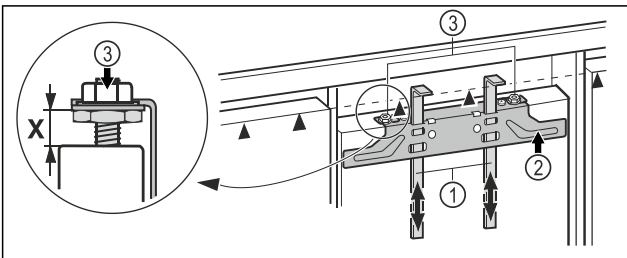

Fig. 44
- Montagehilfen Fig. 44 (1) auf Möbeltürhöhe hochschieben. Untere Anschlagkante ▲ der Montagehilfe = Oberkante der zu montierenden Möbeltür.
- Befestigungstraverse Fig. 44 (2) über die Kontermuttern Fig. 44 (3) abschrauben.